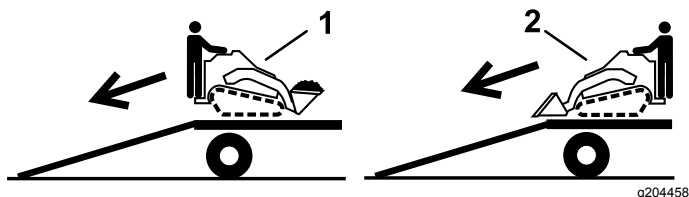

Figure 30
2. Placez toujours l'extrémité la plus lourde de la machine en haut de la rampe, la charge en bas, pour la descendre de la remorque (Figure 30).